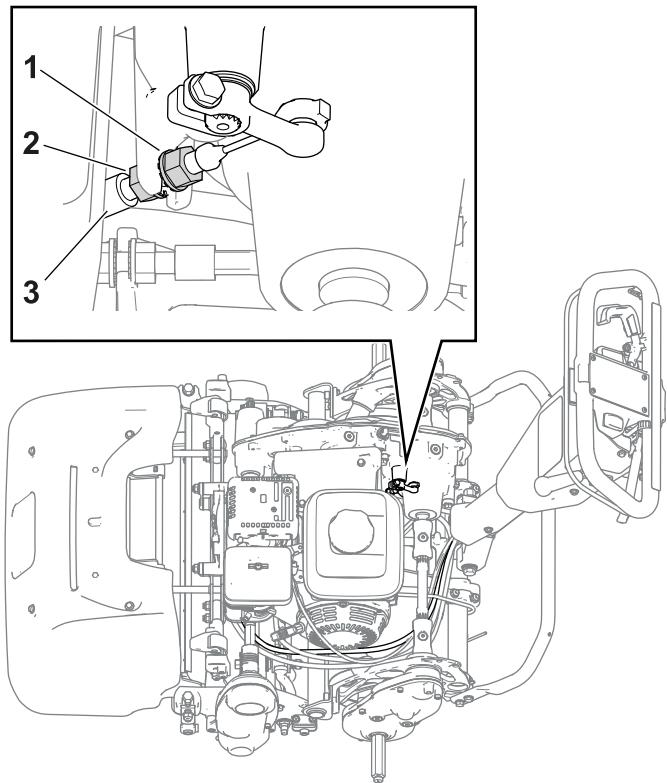

Figura 33
- Para aumentar la tensión del cable, afloje la contratuerca delantera del cable y apriete la contratuerca trasera (Figura 33). Repita el paso **2** y ajuste la tensión si es necesario.
- Para reducir la tensión del cable, afloje la contratuerca trasera y apriete la contratuerca delantera del cable (Figura 33). Repita el paso **2** y ajuste la tensión si es necesario.